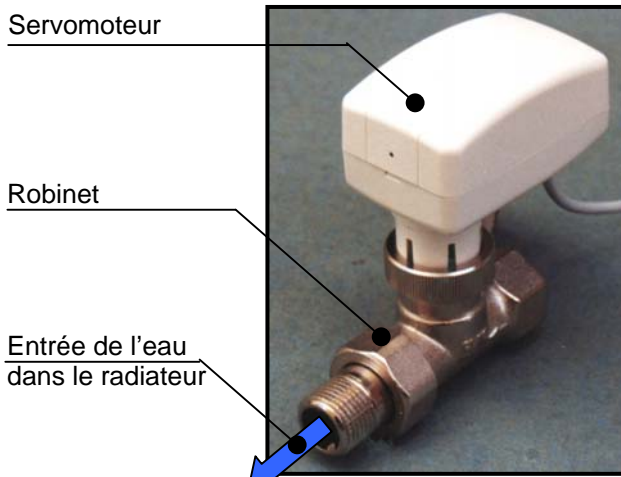

Figure 3 : Servomoteur (Réglage automatique)
- 3ème solution « Réglage automatique » : Emploi d'un **SERVOMOTEUR**. Le servomoteur OVENTROP (réf. 101 27 00) (figure 3), support du TP, est piloté par un thermostat électronique externe et permet un réglage progressif du robinet à l'entrée du radiateur. Il permet une régulation précise de la température dans la pièce. Le fonctionnement du moteur est très silencieux et la puissance absorbée est minime. Ce servomoteur est équipé d'une reconnaissance automatique de la position zéro et d'une fonction anti-blocage servant à éviter un grippage de la tige du robinet. Pour cette dernière fonction, le robinet est ouvert et fermé complètement par le servomoteur une fois par 24 heures puis remis dans sa position initiale.